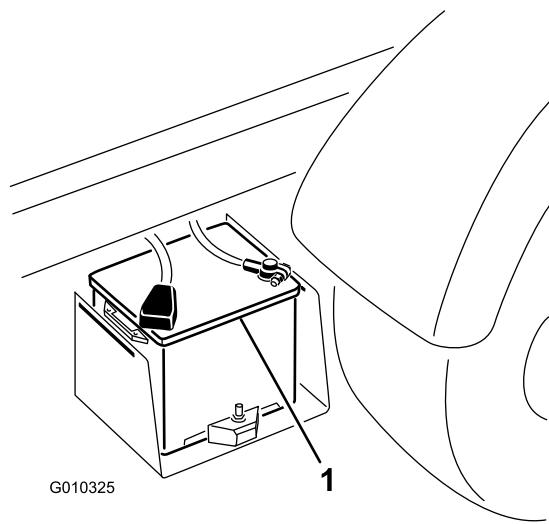

図 50
- 2台のバッテリーのプラス端子同士をブースターケーブルでつなぐ **図 50**。